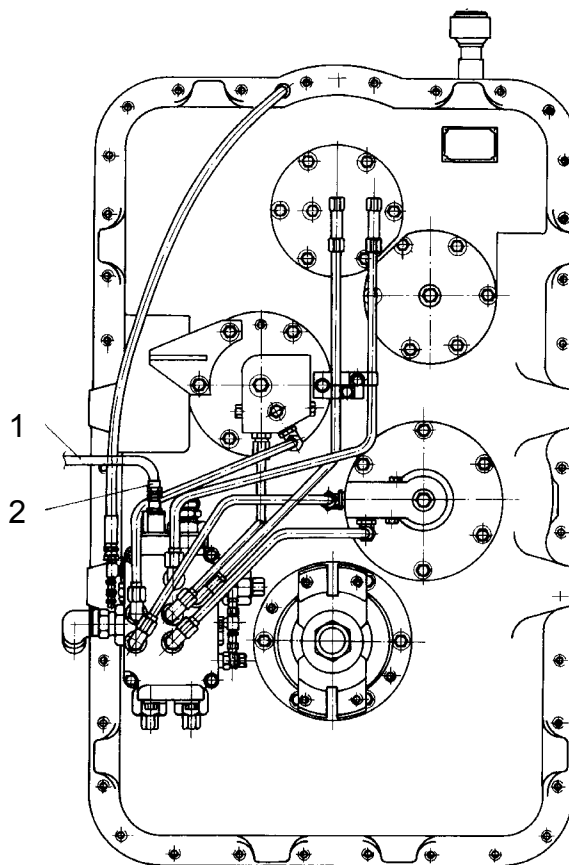

Рис. 5.18. Место установки клапана размыкания привода коробки передач
3. Приоткрыть примерно на 1 оборот соединитель (2) шланга (1, Рис. 5.18.) на коробке передач около клапана разъединения привода коробки передач.
5. Затянуть соединитель (2) шланга (1) после того, как из прослабленного соединения начнет выходить чистая струя масла без воздушных пузырьков.